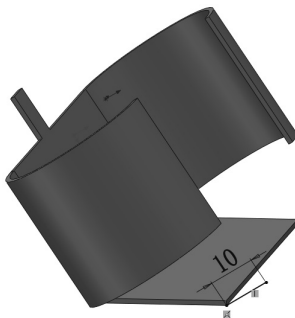

图 10-31 绘制直线草图
1) 单击鼠标，选择图 10-31 所示零件表面作为绘制草图基准面，绘制直线草图，直线长度为 10。